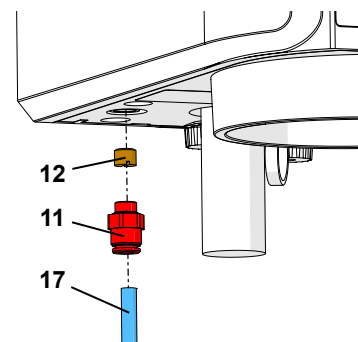

Fig. 15-a
**Indgangsfiler sat på, foran tryklufftilslutningen (fig. 15-b).**
- ⇒ Tryk ringen på indgangsfileret (12) op, og træk trykluffslangen (17) af.
- ⇒ Tryk ringen på tryklufftilslutningen (11) op, og træk indgangsfileret (12) af.